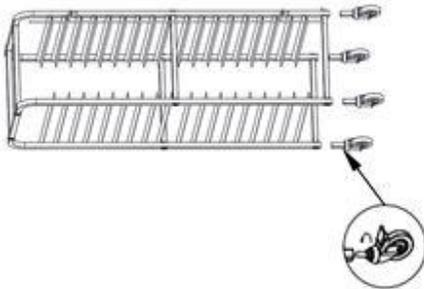

Abb. 2:
10. Schrauben Sie anschließend die Lenkrollen in die Vierkantrohre der Seitenteile. (Abb. 2)